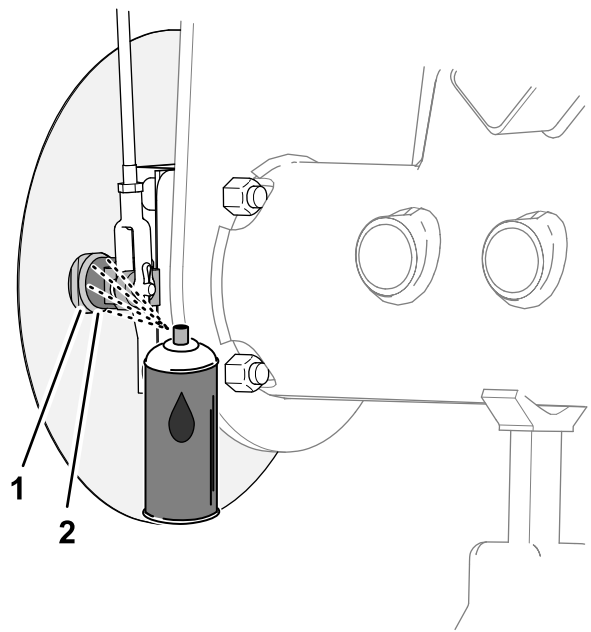
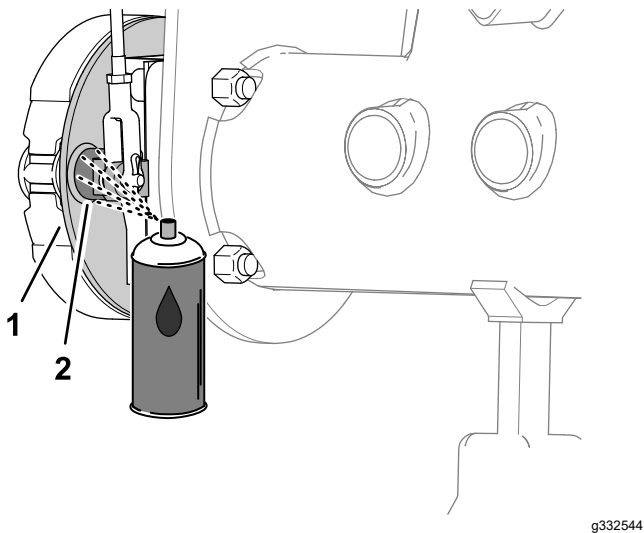

図 82
図 81
1. ブレーキのバックリングプレートの機体中心側ガラスシールド非装着車の場合または、ホイールシールドの機体中心側ガラスシールド装着車の場合に、ブレーキのカムシャフトとバックリングプレートとの間に浸潤性のオイルをスプレーする 図 81 または 図 82。